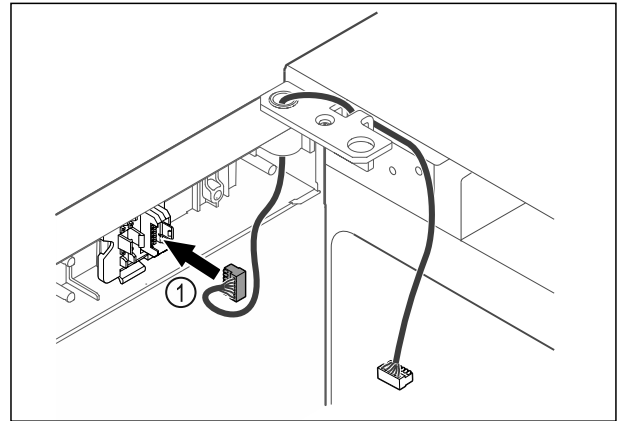

Fig. 42
- Stekker Fig. 42 (1) in steckerhouder steken.